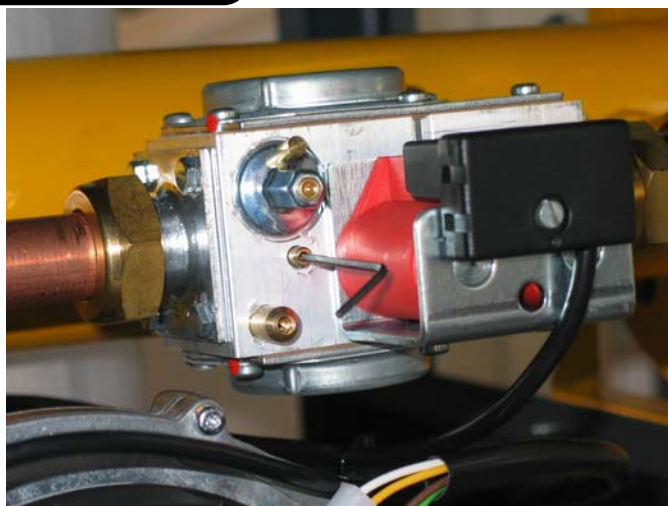

Figura 25
- Assicurarsi che ci sia richiesta da parte dei due termostati ambiente. Se dopo il ciclo di accensione ci fossero problemi a far partire il bruciatore, ruotare in senso antiorario la vite di regolazione di circa 1 giro per volta (vedi Figura 25.)
- Regolare la combustione agendo sulla vite evidenziata in Figura 25 fino al raggiungimento del valore nominale di CO₂, (vedi tab.1), ruotando la vite in senso orario per diminuirne il valore; N.B. Per aumentare la portata del gas ruotare in senso antiorario, mentre per diminuire ruotare in senso orario;